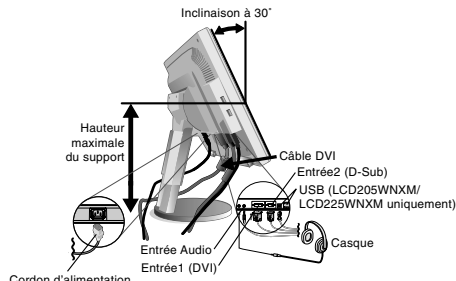
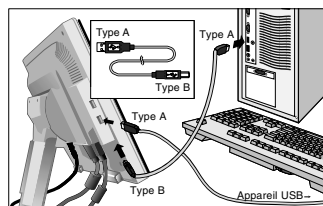

Figure B.1
Figure C.1
- Placez les mains de chaque côté du moniteur pour incliner l'écran LCD de 30 degrés et levez cette dernière jusqu'à la position la plus haute (**Figure B.1**).
- Reliez tous les câbles au connecteur approprié à l'arrière du moniteur (**Figure B.1**). Pour utiliser un câble USB, connectez la prise de type B au port montant USB au bas du moniteur et la prise de type A au port descendant de l'ordinateur (**Figure C.1**). Si vous utilisez le cordon de l'appareil USB, utilisez l'un des ports descendants sur le côté ou au bas du moniteur. Branchez les écouteurs (non fournis) au connecteur approprié à l'arrière du moniteur si nécessaire (**Figure B.1**).